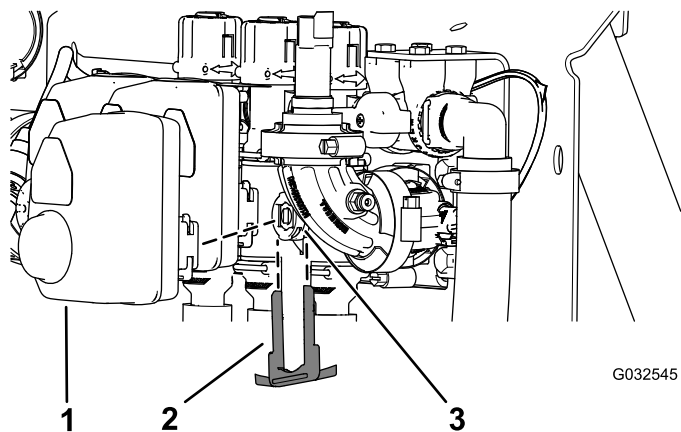

Figura 103
2. Rimuovete il fermo che fissa l'attuatore alla valvola del collettore per la valvola della sezione o dell'agitatore (Figura 103).